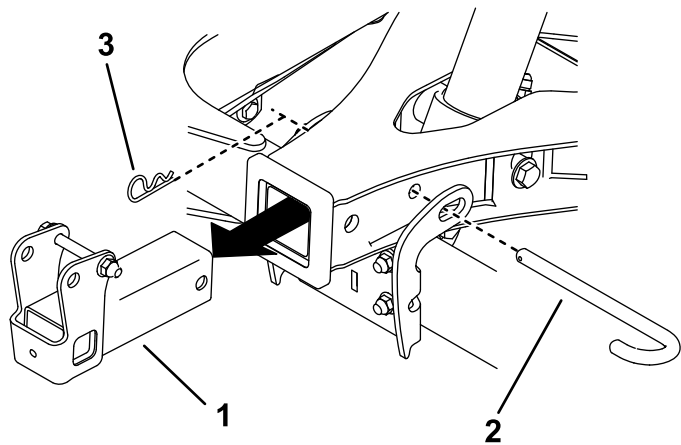

Figura 23
7. Retire el pasador de enganche, la chaveta y el receptor de enganche del bastidor en A. Instale el pasador de enganche y la chaveta para sujetar el bastidor en A (Figura 23).